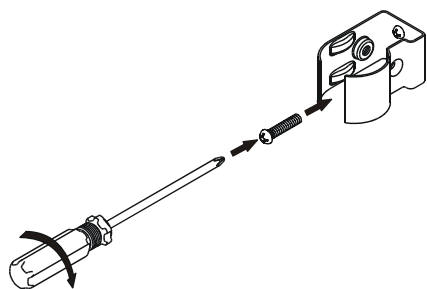

Fig.3
- Insert the Pump Switch into the clip to the position of 2/3 body length, and then fasten screw to fix Pump Switch, Fig.3.
- Den Pumpenschalter in den Clip auf 2/3 Höhe einsetzen und festschrauben, Abb. 3.
- Monter le commutateur sur la griffe de fixation au 2/3 de la longueur de son corps, et fixer celui-ci en resserrant la griffe, via sa vis de réglage, Fig.3.
- Coloque el sensor dentro de la pieza fijadora y situe el sensor a la altura indicada, 2/3 de la altura del sensor. Atornille a continuación el sensor. Fig 3
- Før Pumpebryteren inn i klipsen med 2/3 av høyden og fest med skruen, se Fig.3.
- 将水泵开关 2/3 的位置装入夹子里,并用螺丝锁紧夹子,直到水泵开关可以固定在夹子为止,如 Fig.3 所示